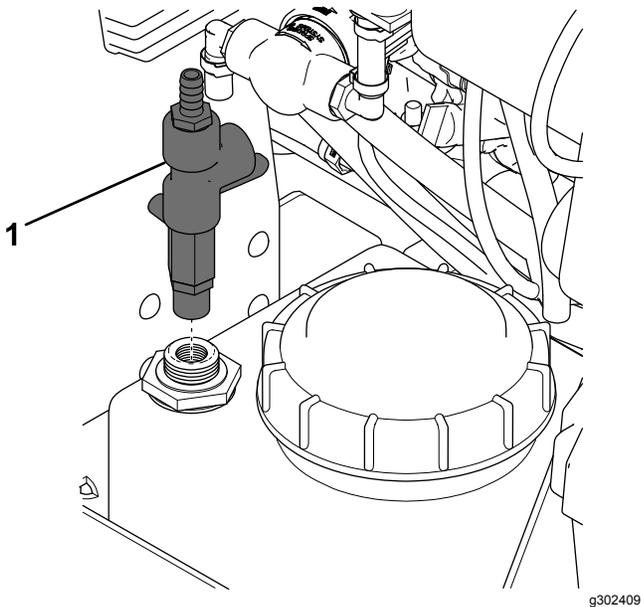

Bild 8
3. Tragen Sie Gewindesicherungspaste am Ende des Pumpenventils auf und bringen Sie es am Haupttank an (Bild 8).